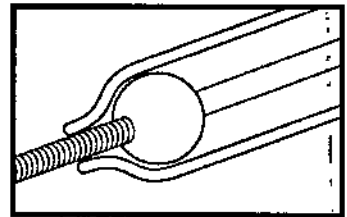

Figura 2
3. Retirar la guía de 0.035 "y colocar la guía oclusora hasta que el extremo distal del catéter sea ocluido por la misma (figura 2).